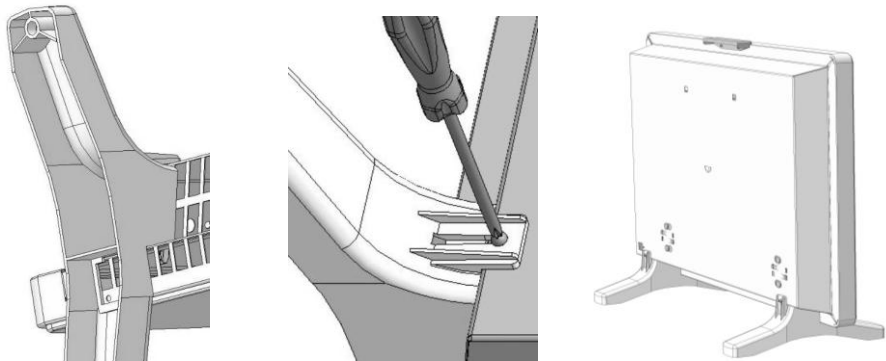

Рис.5 Установка опор конвектора
5.8. Для установки конвектора на опоры необходимо установить каждую опору клиновыми фиксаторами в отверстия нижней решетки и закрепить винтом как показано на Рис.5.